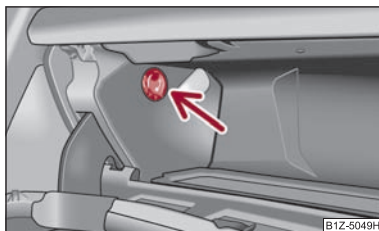

Fig. 89 Sertar: Răcirea
- Deschidei, respectiv închidei răcirea de la întrerupătorul ⇒ fig. 89.